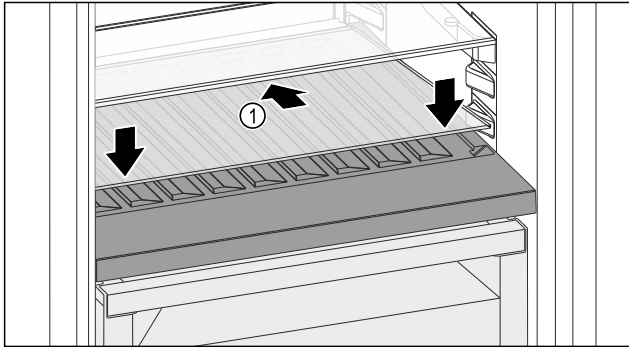

Fig. 150
- ▶ Glasplaat Fig. 150 (1) schuin naar achteren en naar beneden plaatsen.
- ▶ Glasplaat Fig. 150 (1) aan de voorzijde laten zakken.